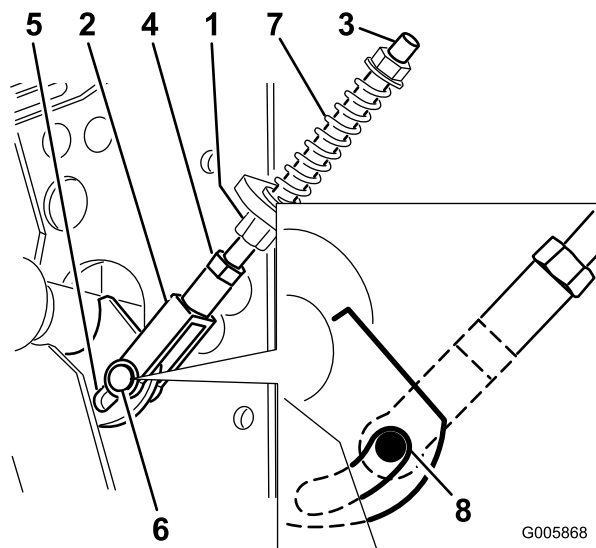

Figure 52
3. Réglez le goujon de point mort droit et gauche jusqu'à ce que l'axe de chape touche l'arrière de la fente du bras de commande (Figure 52).
6. Si la roue tourne quand le levier de déplacement est maintenu au point mort, le goujon de point mort doit être réglé (Figure 52). Si la roue s'arrête, passez à l'étape Réglage de la tige de commande.
7. Desserrez l'écrou contre la chape (Figure 52).
8. Ajustez le goujon de réglage jusqu'à ce que la roue motrice correspondante arrête de tourner, tout en maintenant le levier de changement de vitesse en position point mort (plus grande résistance) (Figure 52).
9. Tournez le boulon de réglage de 1/4 de tour approximativement dans le sens horaire si la roue tourne en arrière, ou de 1/4 de tour approximativement dans le sens anti-horaire si la roue tourne en avant (Figure 52).